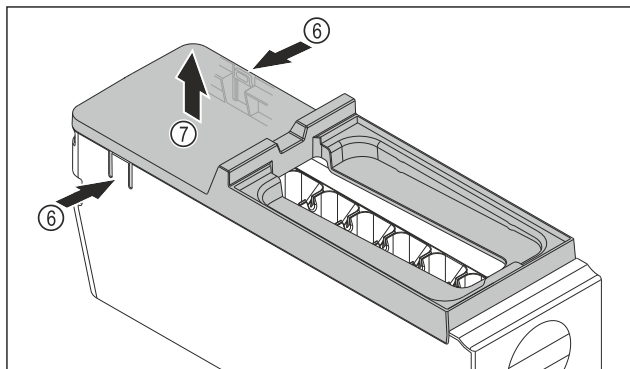

Fig. 77
- ▶ Снимите крышку корпуса EasyTwist-Ice: Надавите рукой на накладки Fig. 77 (6) с обеих сторон корпуса EasyTwist-Ice.
- ▶ Другой рукой снимите крышку Fig. 77 (7) по направлению вверх.